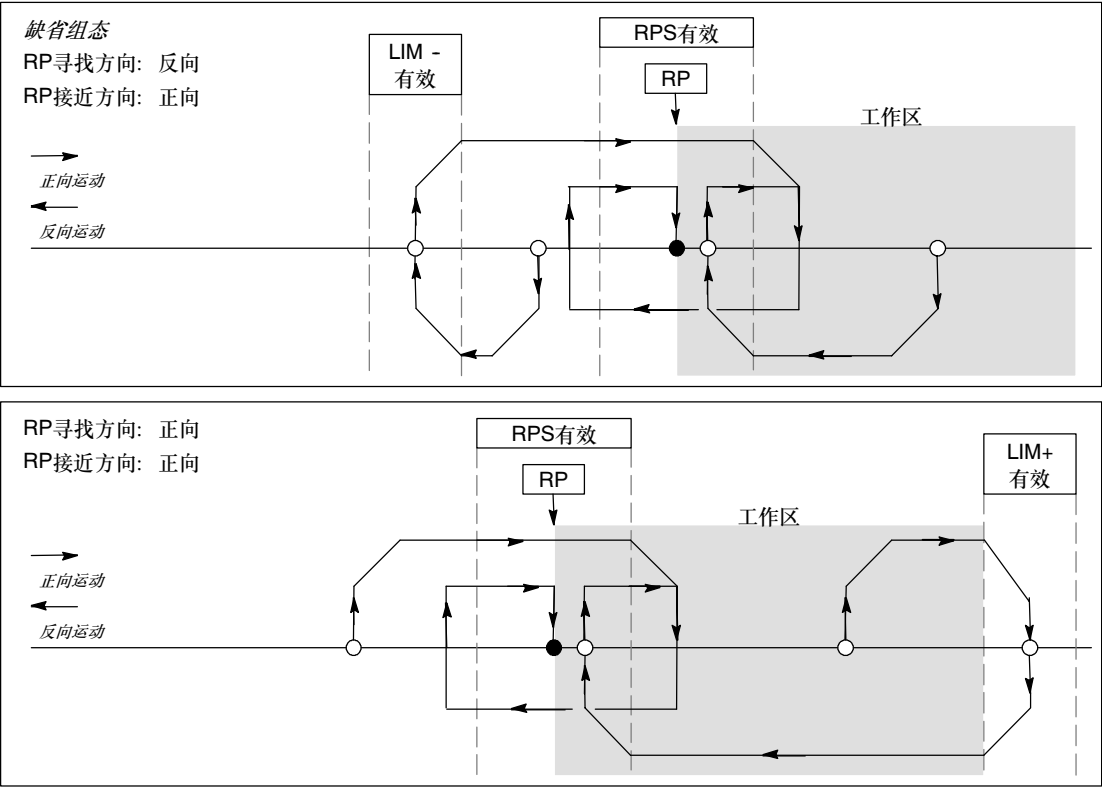

图9-22 RP寻找：模式2
- ❑ 图9-22所示是RP寻找模式2的选项。这种模式将RP定位在RPS输入有效区域的中央。